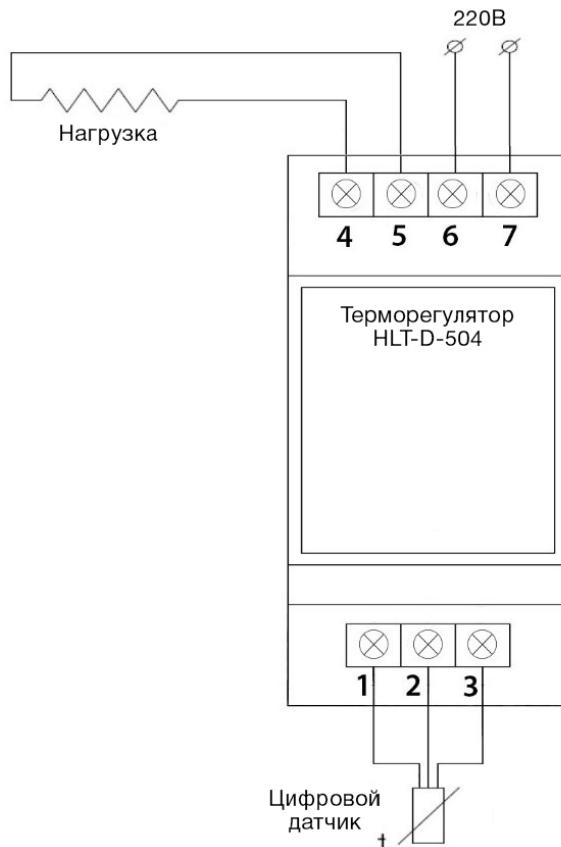

Рис.1
- Подсоединить датчик температуры (вход 1,2,3 - рис.1);
- Подсоединить нагревательные секции (нагрузку), при необходимости, через внешнее реле (вход 4,5 - рис.1);
- Подсоединить провода питания 220 В (вход 6,7 - рис.1);
Необходимо проверить правильность подключения ,согласно схемы рис.1.